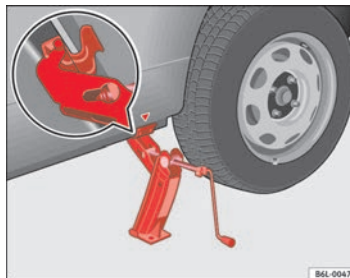

Abb. 128 Wagenheber
- Richten Sie den Wagenheber so aus, dass seine Klaue den Steg des Unterholms umfasst und die bewegliche Grundplatte plan auf dem Boden aufliegt ⇒ Seite 216, Abb. 128.